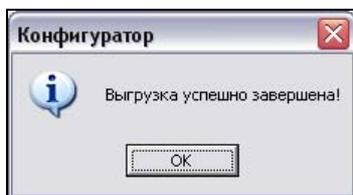

Рис. 5.56. Выгрузка данных успешно завершена
4. После того как выгрузка данных закончилась, выдается следующее сообщение (рис. 5.56).